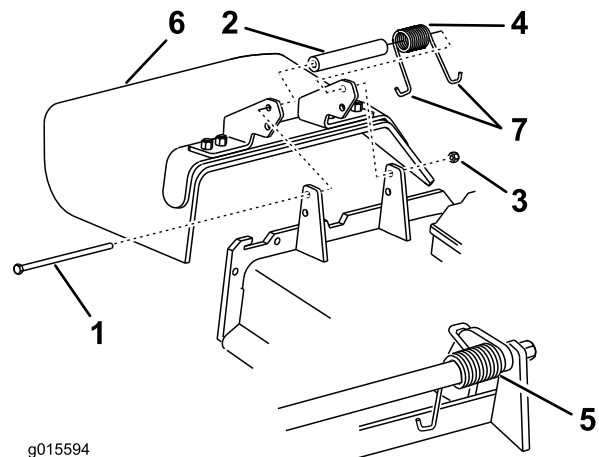

Figura 108
Nota: Asegúrese de colocar el extremo en J del muelle detrás del reborde de la carcasa antes de instalar el perno, tal y como se muestra en la Figura 108.
6. Coloque el gancho en J del muelle alrededor del deflector de hierba (Figura 108).
1. Retire la contratuerca, el perno, el muelle y el espaciador que sujetan el deflector a los soportes de pivote (Figura 108).
2. Retire el deflector de hierba dañado o desgastado (Figura 108).